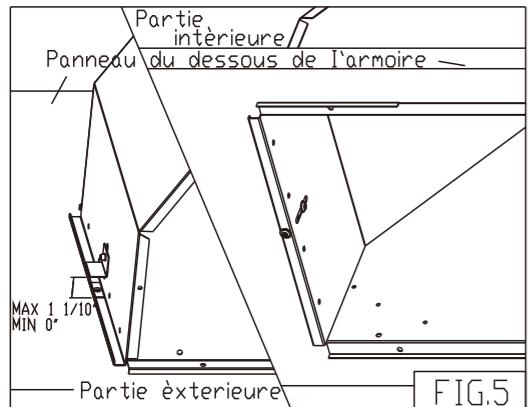

FIG.5
- Insérez la hotte dans l'armoire et fixez-la à l'aide des deux équerres de fixation en «L» et des deux vis (3/16 "- 24UNC*3/8" L) fournies. Ajustez la position des équerres de fixation en «L» en fonction de l'épaisseur du dessous de l'armoire (les équerres peuvent être ajustées à des épaisseurs de panneau allant jusqu'à 1 1/10"). Serrez ensuite les vis de l'intérieur vers l'extérieur, de même que les équerres de fixation sur les côtés gauches et droits de la hotte. Après l'installation, vissez les deux écrous de vis sur les deux côtés de la hotte (tel qu'indiqué sur la fig. 5).